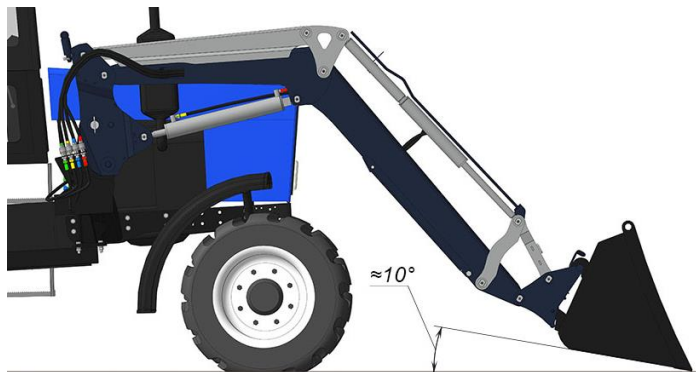

Рис. 2.2 – Положение погрузчика в начале демонтажа
- Переведите погрузчик в положение, указанное на рис. 2.2.